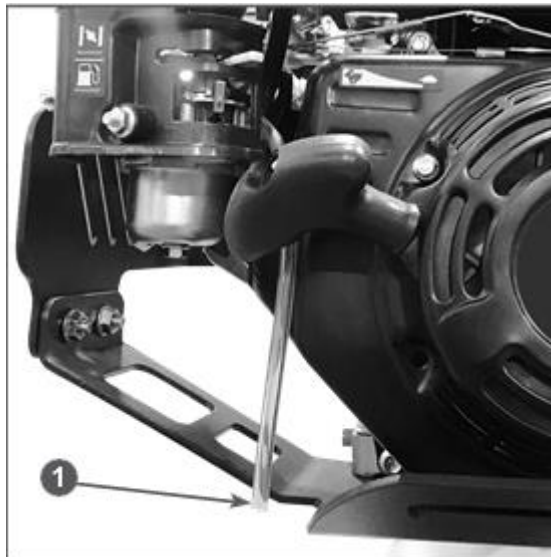

Рис.13 - Дренажная трубка карбюратора 1. Трубка дренажная
**ПРИМЕЧАНИЕ!** Установленный на вибротрамбовку бензиновый двигатель работает в режиме вертикальных возвратно-поступательных движений. Поэтому в отличие от бензиновых двигателей, установленных на других механизмах и устройствах, двигатель Вашей вибротрамбовки оборудован дренажной трубкой 1, которая предотвращает, перелив поплавковой камеры карбюратора, что обеспечивает бесперебойную стабильную работу двигателя (Рис. 13).